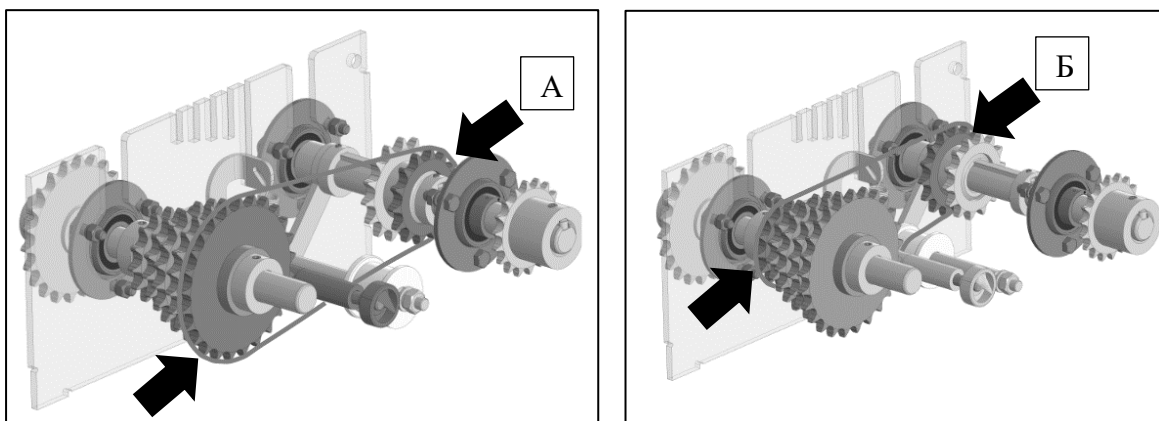

Рисунок 34 – Переустановка цепи с положения А в положение Б
3. Переустановить цепи на выбранную пару звёзд в соответствии с необходимой нормой высева, рис. 34.